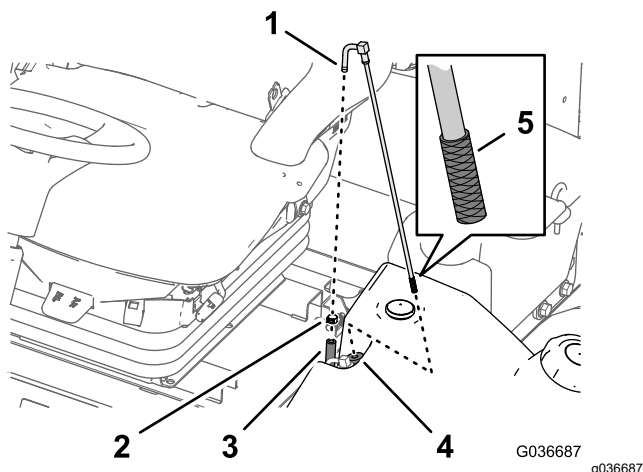

図 51
1. 燃料供給ホースを燃料供給チューブに固定しているホースクランプを外す 図 51。
2. フィッティングからホースを取り外す 図 51。
3. 燃料タンクから燃料供給チューブを取り出す 図 51。
4. 燃料供給チューブの端部のスクリーンにたまっているごみでいねいに取り除く 図 51。
5. ゴム製ブッシュを通して燃料タンク内部へ燃料供給チューブを挿入する 図 51。